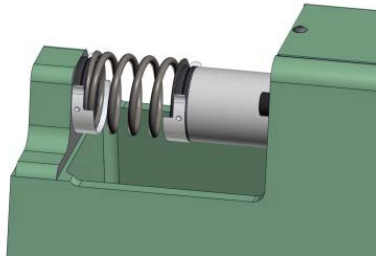

Figura 6.4.2
3. Coloque a mola no aparelho entre os dois acessórios de resistência à compressão sem aplicar qualquer pressão. Para garantir que nenhuma pressão é aplicada, gire a roda rotativa (Item 6, Figura 7.1) na direção contrária à dos ponteiros do relógio para abrir os acessórios de resistência à compressão. Consulte a Figura 6.4.2. em baixo.